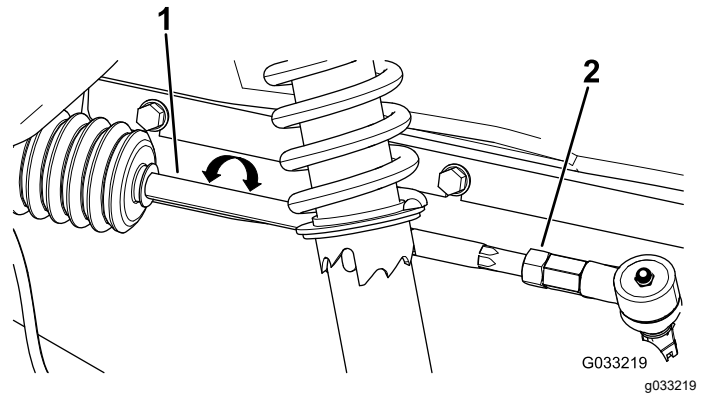

図 55
2. 前後の測定値の差が所定範囲0-6 mmにならない場合は、タイロッドの外側端部にあるジャムナットをゆるめて調整を行う **図 55**。